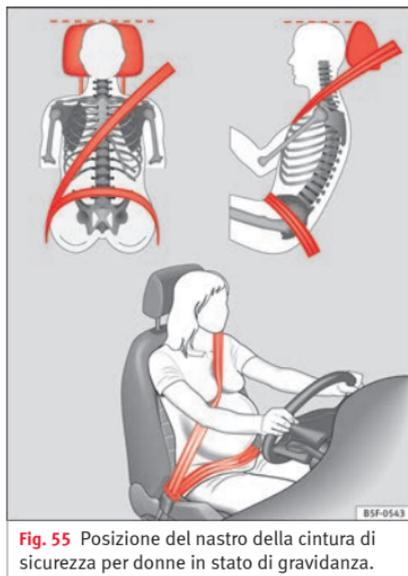

Fig. 55 Posizione del nastro della cintura di sicurezza per donne in stato di gravidanza.
- Il tratto superiore del nastro deve passare al centro della spalla, non sul collo! La cintura di sicurezza deve aderire bene alla parte superiore del corpo »» fig. 55.
- Il tratto addominale del nastro deve passare sul bacino e non sull'addome. La cintura di sicurezza deve aderire bene al bacino »» fig. 55. Se necessario si deve tendere un po' la cintura tirandola con la mano.